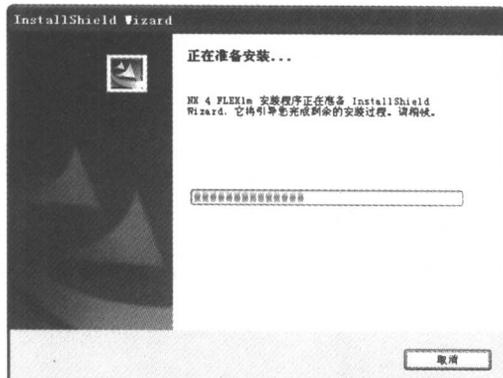

图 1-3 计算机配置检测界面
(5) 选择“中文(简体)”安装语言，单击 按钮系统检测计算机配置，如图 1-3 所示。